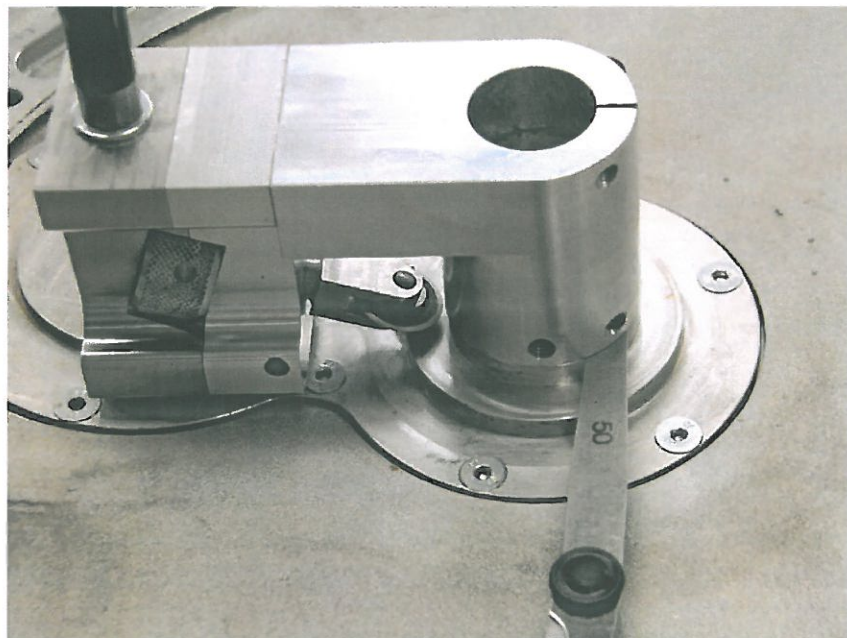

Bild 3 Abstand mit Fühlerlehre einstellen
6. Das Spezialwerkzeug aufschieben und mit einer Fühlerlehre einen Abstand von 0.5mm zwischen Spezialwerkzeug und dem hinteren Getriebedeckel einrichten. Siehe Bild 3.